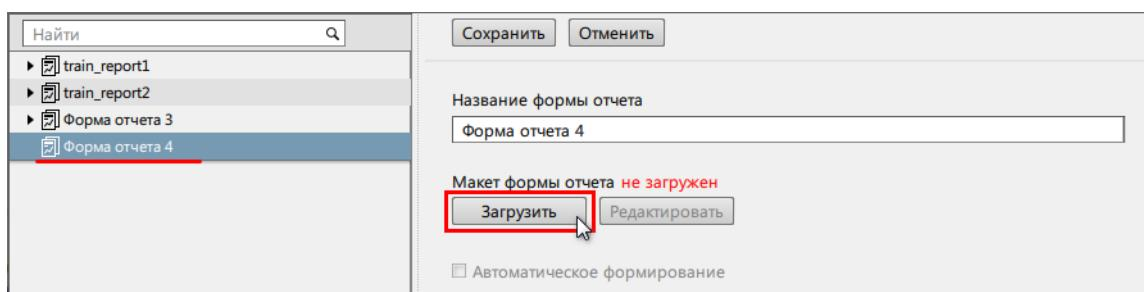

Рисунок 127 - Загрузить макет формы отчета
6. Загрузите макет формы отчета (Рисунок 127).